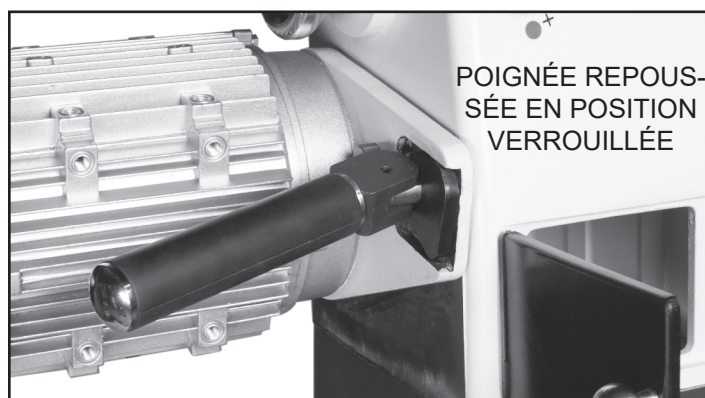

FIG. 32
3. Tirez la poignée de tension de la courroie vers l'avant, à l'écart du moteur. Figure 32.
5. Avec la courroie Poly-V placée sur les poulies, relevez la poignée de tension afin que le poids du moteur applique la tension requise sur la courroie. Verrouillez ensuite la poignée de tension en place en la repoussant vers le moteur. Figure 32.
3. Tirez la poignée de tension de la courroie vers l'avant, à l'écart du moteur. Fig. 41 (Voir page 18, figures 32 & 33).